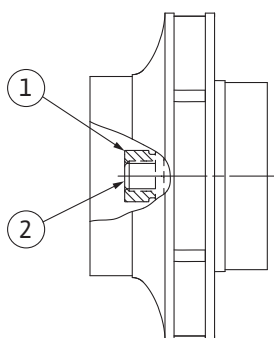

Fig. 107: Korrekte Lage der Laufradmutter nach der Montage
8. Welle mit Maulschlüssel (SW22 mm) festhalten und die Laufradmutter mit dem vorgeschriebenen Anzugsdrehmoment (siehe Tabelle „Anzugsdrehmomente“ [► 28]) festziehen. Die Mutter (Fig. 107, Pos. 1) muss ungefähr $\pm 0,5$ mm mit dem Wellenende (Fig. 107, Pos. 2) bündig sein. Wenn das nicht der Fall ist, die Mutter lösen und Handlungsschritte 4 ... 8 wiederholen.